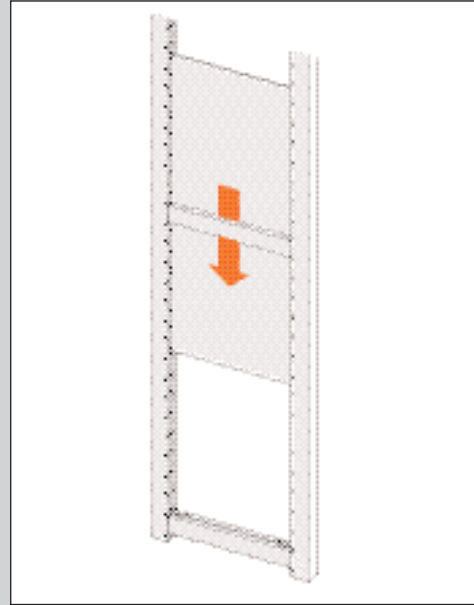

ABBILDUNG 5
2. Schieben Sie die Seitenverkleidung von oben nach unten in den Ständer, bis sie auf den Füllungsträgern aufliegt (siehe Abb. 5).